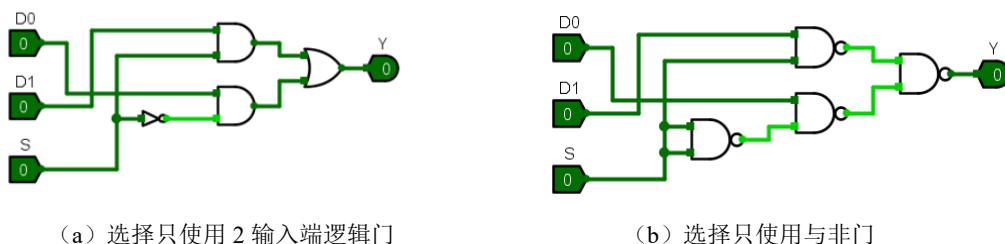

图 1.25 自动创建的电路图
电路构建方式有如下两个选项：①只使用 2 输入逻辑门（Use Two_input Gates Only）；②只使用与非门（Use NAND Gates Only）。这两种方式下生成的电路图分别如图 1.25(a)和(b)所示。